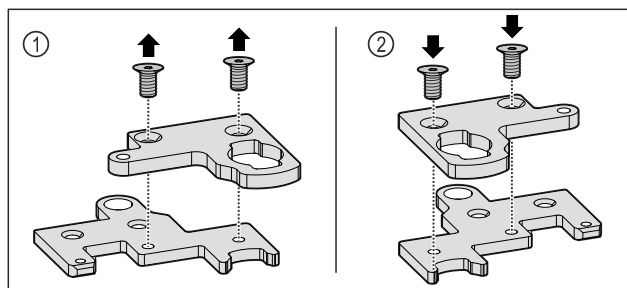

Fig. 34
- Разъедините обе части двухсекционного шарнирного уголка. Fig. 34 (1)
- Снова соедините обе части двухсекционного шарнирного уголка, повернув его на 180°. Fig. 34 (2)